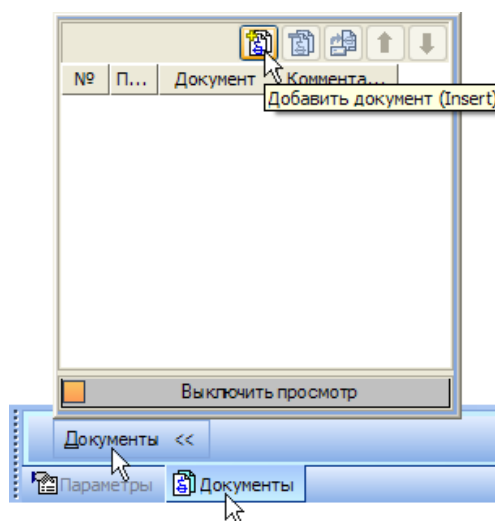

Рисунок 4
- На инструментальной панели окна нажмите кнопку Добавить документ . (рис. 4)